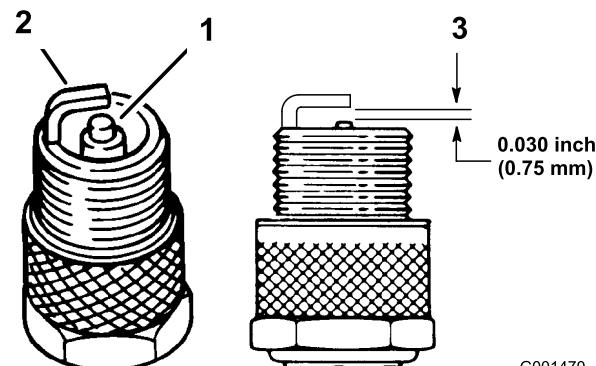

Figura 36
3. Controllate le condizioni degli elettrodi laterale e centrale, e dell'isolatore dell'elettrodo centrale, per accettare che non siano avariati (Figura 36).
4. Impostate la distanza tra il centro e il lato degli elettrodi a 0,762 mm (Figura 36).